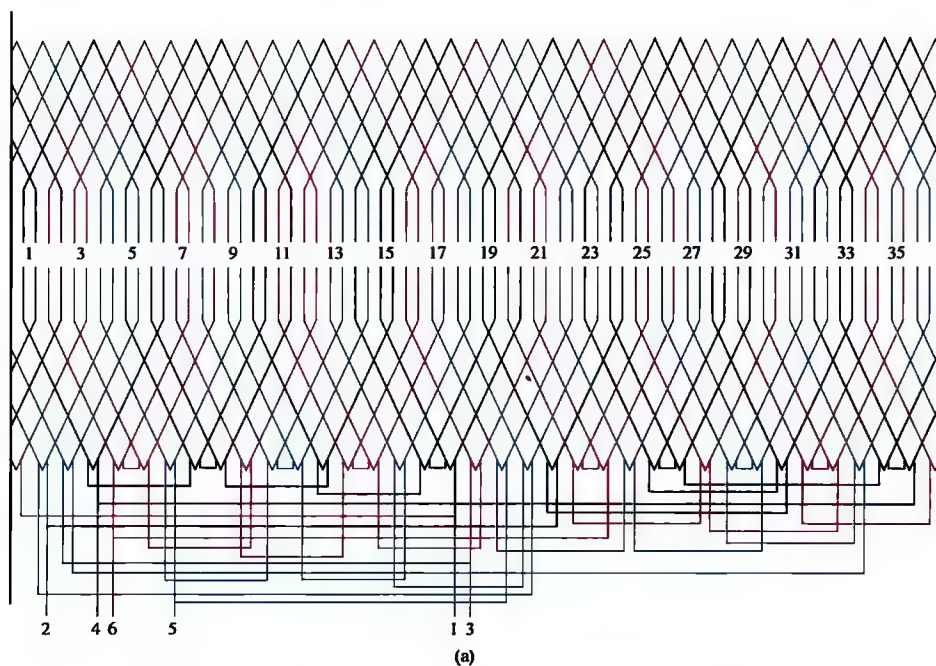

图 2-23 36 槽 8/6 极、 $\Delta/2Y$ 接法绕组 (一)
23. 36 槽 8/6 极、 $\Delta/2Y$ 接法绕组展开图、接线圆图与接线简图 (1) (见图 2-23)